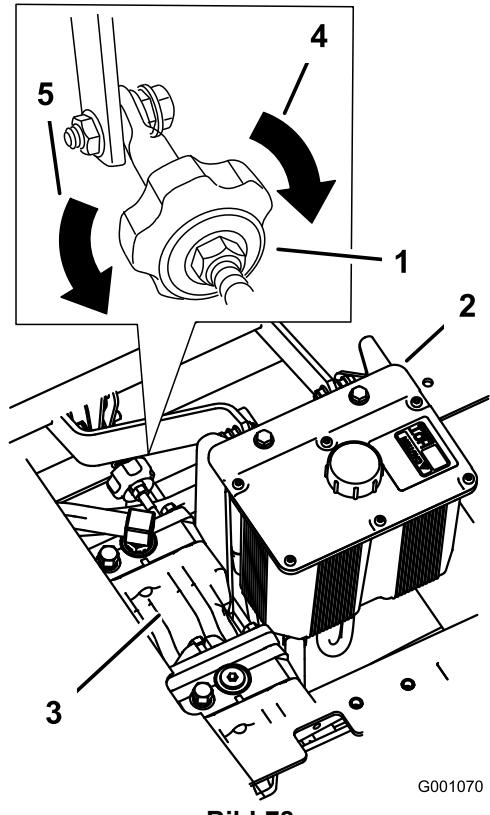

Bild 78
- Stellen Sie die Länge der Pumpstange ein, indem Sie das Handrad an der Stange so weit in die entsprechende Richtung drehen, bis das Rad stillsteht oder sich leicht zurückdreht (Bild 78).